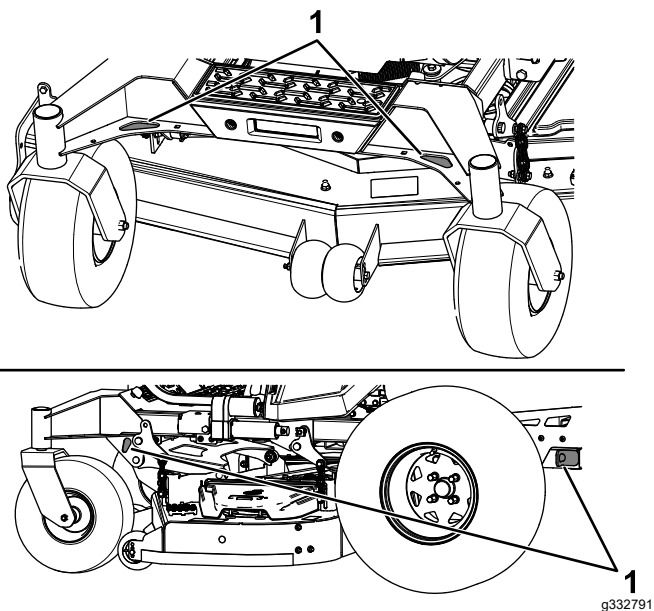

Figura 40
6. Legai maina de lângă roile pivotante faă, folosind curele, lanuri, cablu sau frânghii (Figura 40). Consultai prevederile locale referitoare la fixare.